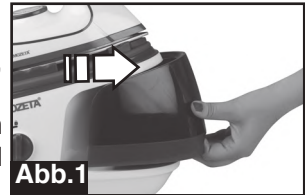

Abb.1
- Das Bügeleisen auf der Auflage (2) des Kesselkörpers abstellen.
- Das Stromversorgungskabel (7) in seiner gesamten Länge abwickeln und den Stecker in die Steckdose stecken.
- Um das Gerät einzuschalten, den Knopf (6) drehen und auf EIN stellen.
- Mit dem Temperaturreglerknopf (10) des Bügeleisens die gewünschte Temperatur einstellen (SIEHE ABSCHNITT „TEMPERATUREINSTELLUNG DES BÜGELEISENS“) (Abbildung 1).
- Die Kontrollleuchte (11) des Bügeleisens leuchtet auf und schaltet sich nach einigen Minuten, sobald die eingestellte Temperatur erreicht ist, wieder aus.
- Wenn sich die Kontrollleuchte (11) des Bügeleisens ausschaltet, ist das Gerät bügelbereit.
- Während des Gebrauchs schaltet sich die Kontrollleuchte (11) des Bügeleisens automatisch ein und aus, wodurch angezeigt wird, dass die Temperatur der Bügelsohle konstant gehalten wird.
- Um das Gerät auszuschalten, den Knopf des Thermostaten auf Min. drehen und den Knopf (6) auf AUS stellen.
- Das Bügeleisen auf der Auflage (2) abstellen und warten, bis das Gerät abgekühlt ist, bevor es verstaut wird.